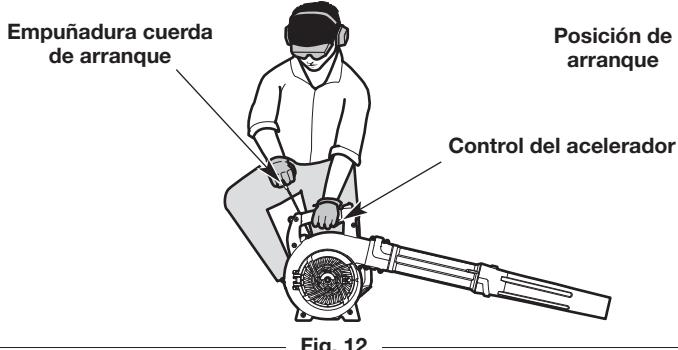

Fig. 12
**ADVERTENCIA:** Se debe evitar arrancar accidentalmente la unidad. A fin de evitar que se produzcan lesiones graves, el operador y la unidad deben estar en una posición estable cuando se jala la cuerda de arranque (Fig. 12).
3. Agacharse en la posición de arranque (Fig. 12).
5. Tire de la cuerda de arranque con un movimiento firme y controlado **5 veces** (Fig. 12).